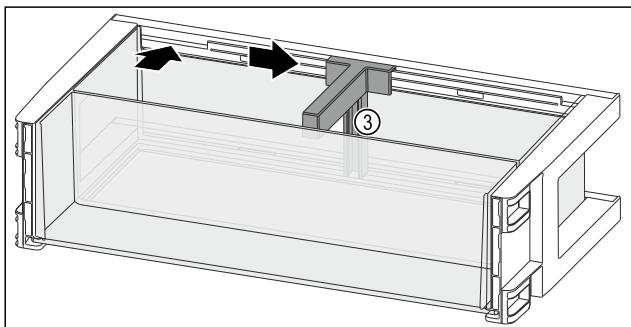

Fig. 126
- ▶ Поставете преградата за бутилки Fig. 126 (3) в прореза.
- ▶ Пълзнете преградата за бутилки Fig. 126 (3) настрани до желаната позиция.